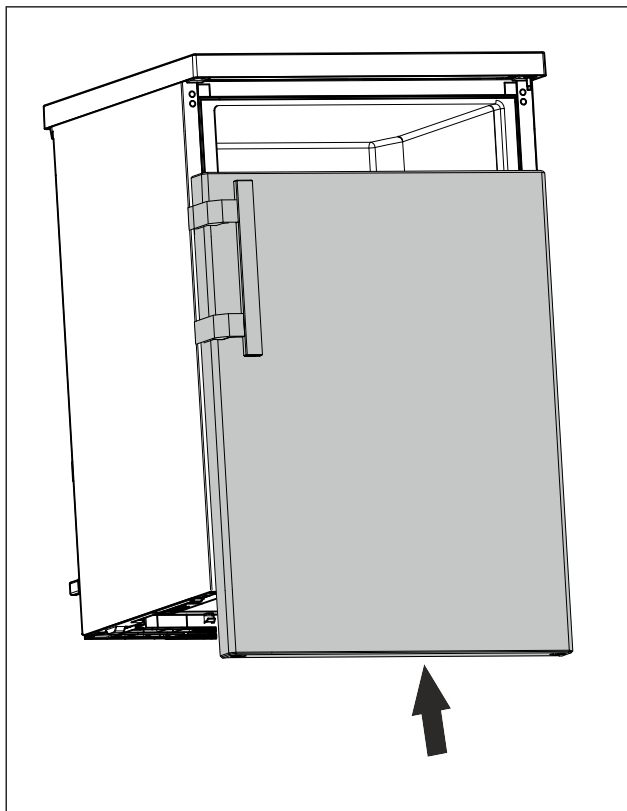

Fig. 23
- ▶ Надвиньте дверь в закрытом состоянии на верхний болт. (см. Fig. 23)